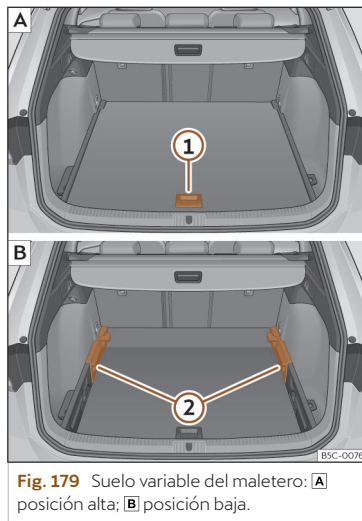

Fig. 179 Suelo variable del maletero: **A** posición alta; **B** posición baja.
- Para pasar de la posición baja a la alta, levante el piso por el asidero >>> **fig. 179 1**, tire de él hacia atrás hasta que la parte delantera del piso rebase totalmente los soportes **2**.
- Para pasar de la posición alta a la baja, levante el piso por el asidero >>> **fig. 179 1**, tire de él hacia atrás hasta que la parte delantera del piso rebase totalmente los soportes **2**.
- Deje caer la parte anterior contra el piso y empuje el piso hacia adelante hasta que haga tope en el respaldo de los asientos posteriores bajando al mismo tiempo el piso con el asidero ①.
- Con el suelo variable en posición alta, levántelo por el asidero >>> fig. 179 ①, tire de él y empuje hacia el respaldo de los asientos posteriores hasta que se doble por la línea de bisagra y la parte móvil del piso repose sobre el mismo.